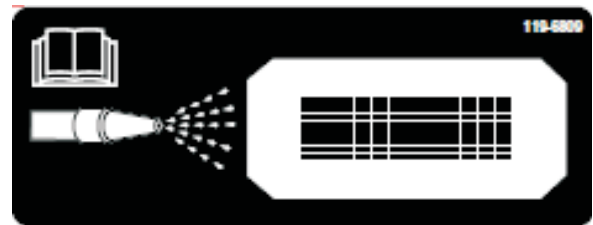
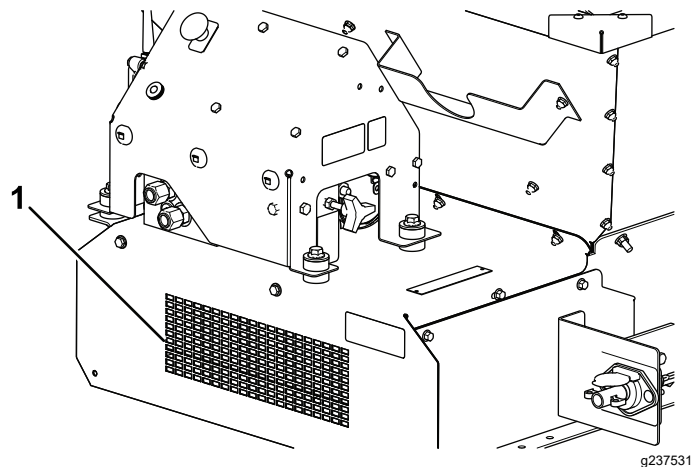

Figura 60
Figura 61
11. Localizați autocolantul cu privire la curățare de la partea frontală a mainii (Figura 60) i, folosind un furtun de grădină, pulverizați prin plasa de protecție frontală până când placa de protecție de la partea inferioară este complet eliberată de material (Figura 61).